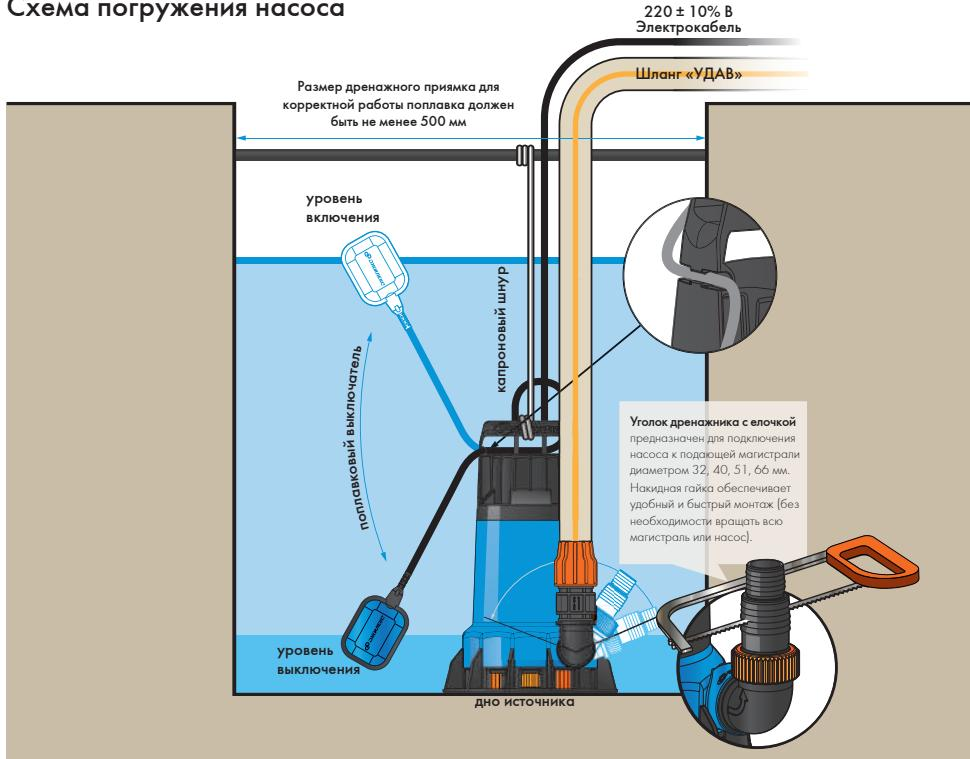

Рисунок 4 (на примере изображен насос «ДРЕНАЖНИК» 350/17).
■ Проверьте отключение насоса в нижнем положении поплавкового выключателя. Отрегулируйте длину шнура (рисунок 4).
■ Подсоедините напорную магистраль. При временной установке используйте гибкие шланги*, при постоянной — полиэтиленовые трубы (ПНД)*. Перед присоединением шланга удалите неиспользуемую часть штуцера (рисунок 4).